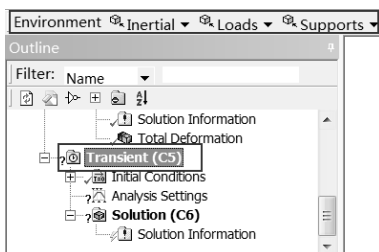

图 9-74 Environment 工具栏
Step1：选择 Mechanical 界面左侧 Outline（分析树）中的 Transient（C5）选项，此时会出现如图 9-74 所示的 Environment 工具栏。